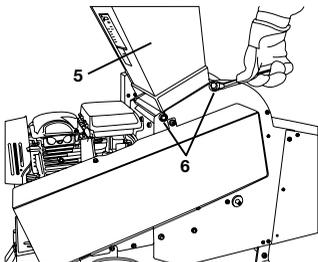

Figura 4
Apriete los cuatro tornillos de fijación (6) (SW 15) en la tova de alimentación con sólo 2-3 pasos de rosca en los orificios roscados (véase la Figura 4).